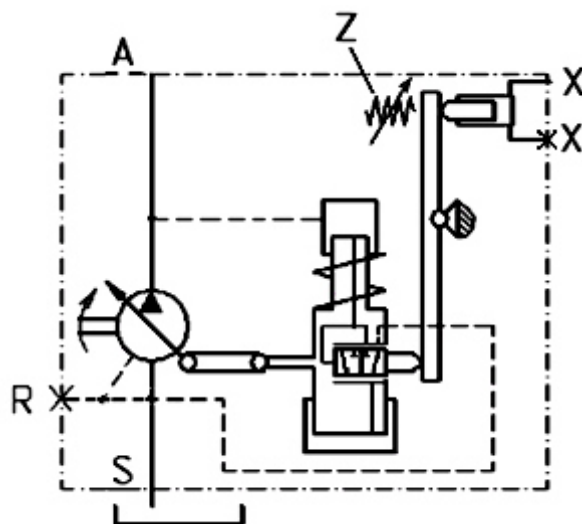

Рис. 22 – Гидравлическая схема насосов с регулятором постоянной мощности и негативным контролем.
- рабочие объемы насоса V_{min} и V_{max} при необходимости могут быть ограничены регулировочными винтами (см. рис. 1), давление начала регулирования $P_{н}$ насоса, может быть изменено регулировкой винта z (см. рис. 22)